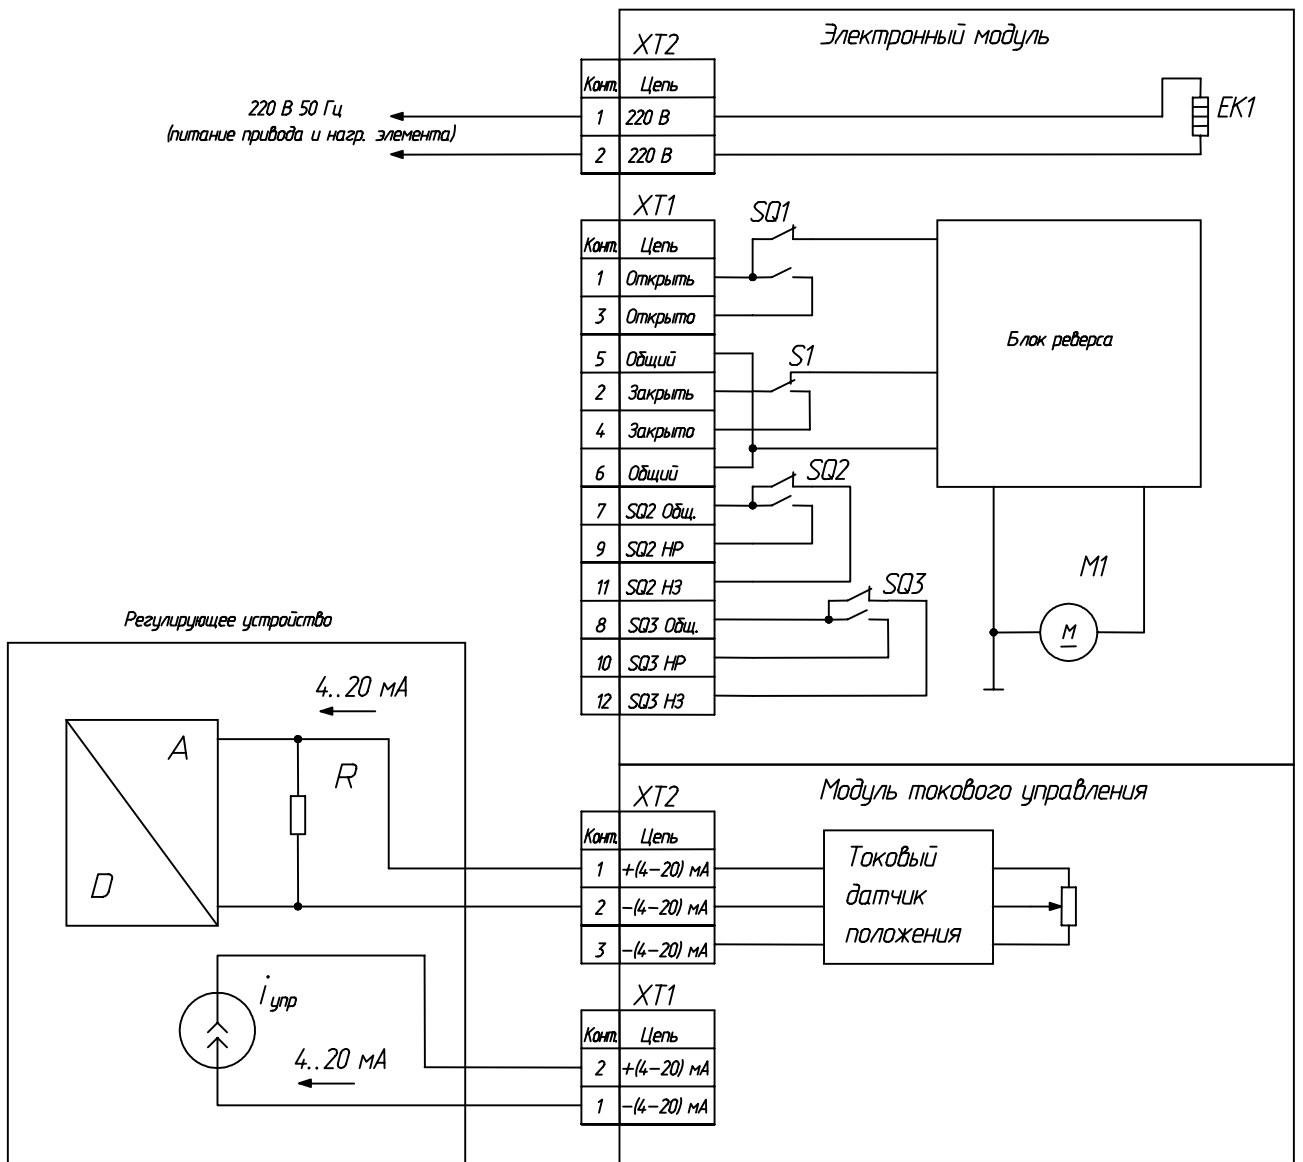

Рисунок 8 – Схема подключения приводов с токовым управлением (X_4 в условном обозначении привода равно 3)
- д) вращением подстроечного резистора R11 (рисунок 8), добиться устойчивого свечения светодиода VD1;